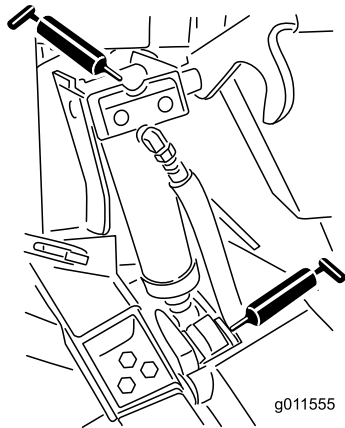

Figura 45
- 4 boccole del cilindro di sollevamento (Figura 45)